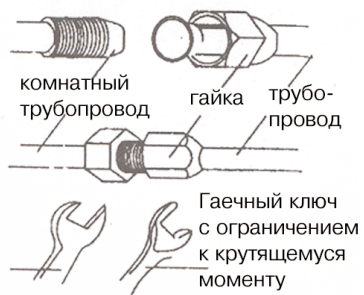

Рис. 14
- Полностью открыть газовый и жидкостный клапаны (смотри рис.14).